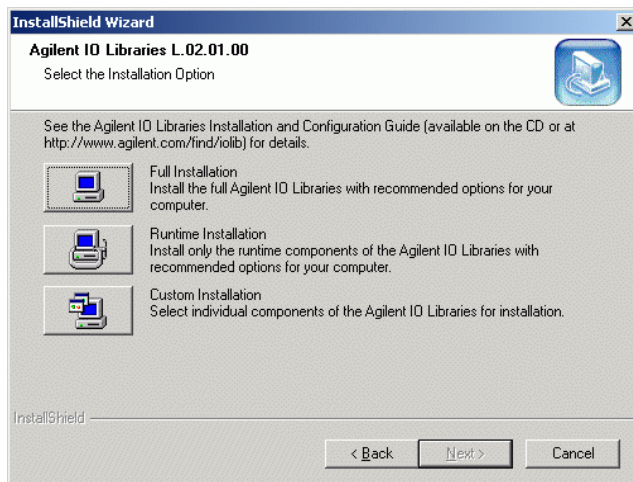

Figura 7 Scegliere l'installazione SICL e VISA completa.
- 3 Scegliere **Full installation** per installare i componenti delle biblioteche SICL e VISA (vedere la Figura 7). Scegliere **Next**; il sistema inizia l'installazione dei componenti SICL e VISA delle biblioteche di I/O.